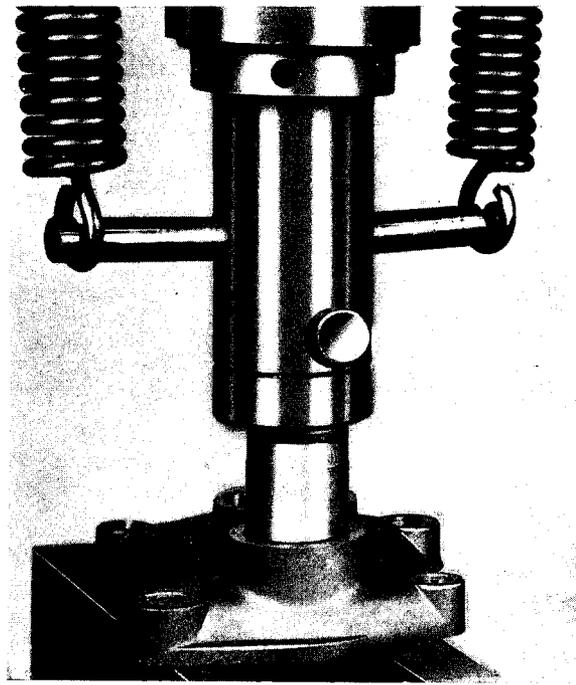

Fig. 7
- 2° Mettre en place le bouchon expansible à l'aide de la presse et d'une clé à douille d'un diamètre de 37,5 mm, après avoir garni de pâte à joint n° 969 673 M1, les surfaces d'assemblage (fig. 7).